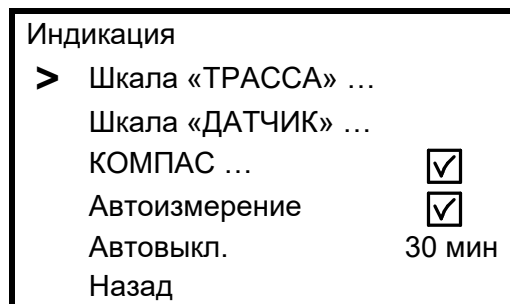

рисунок 3.1.б
- в пункте «Шкала «ТРАССА» (рисунок 3.1.в):